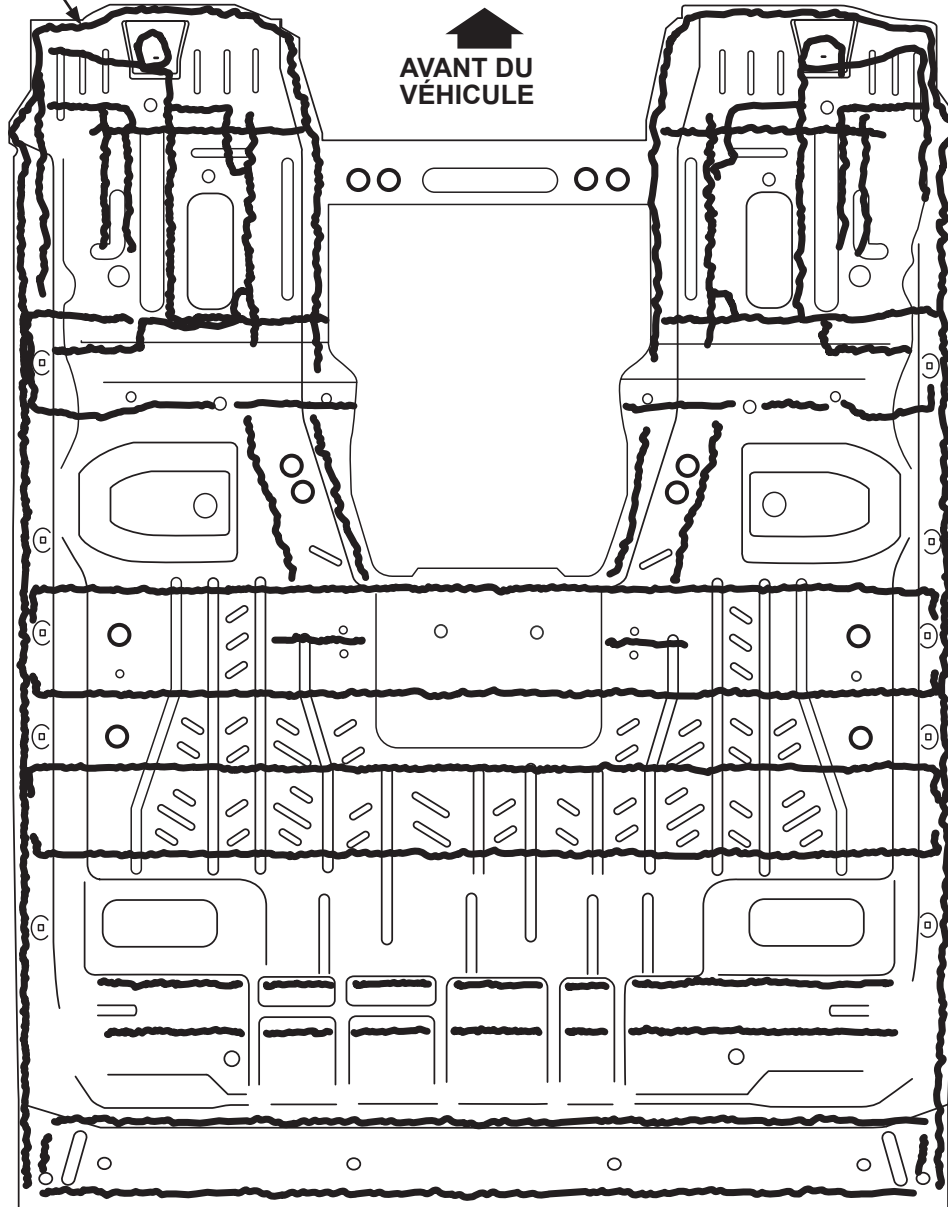

FIGURE 5
- Voir figure 5 pour l'emplacement de l'adhésif.